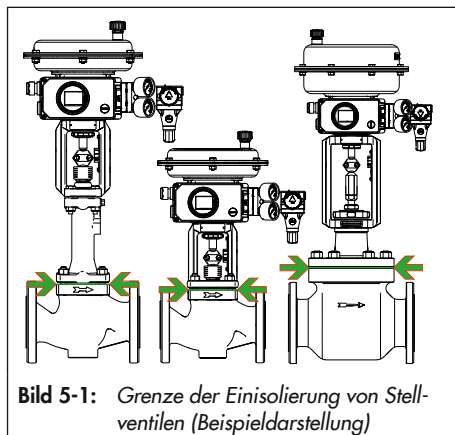

Bild 5-1: Grenze der Einisolierung von Stellventilen (Beispieldarstellung)
- Stellventile nur bis zum Deckel-Flansch der Ventilgehäuse einisolieren, vgl. Bild 5-1. Dies gilt auch für Ausführungen mit Balg- oder Isolierteil bei Mediumtemperaturen unter 32 °F (0 °C) oder über 428 °F (220 °C). Wird das Isolierteil mit einisoliert, verliert es seine Funktion!